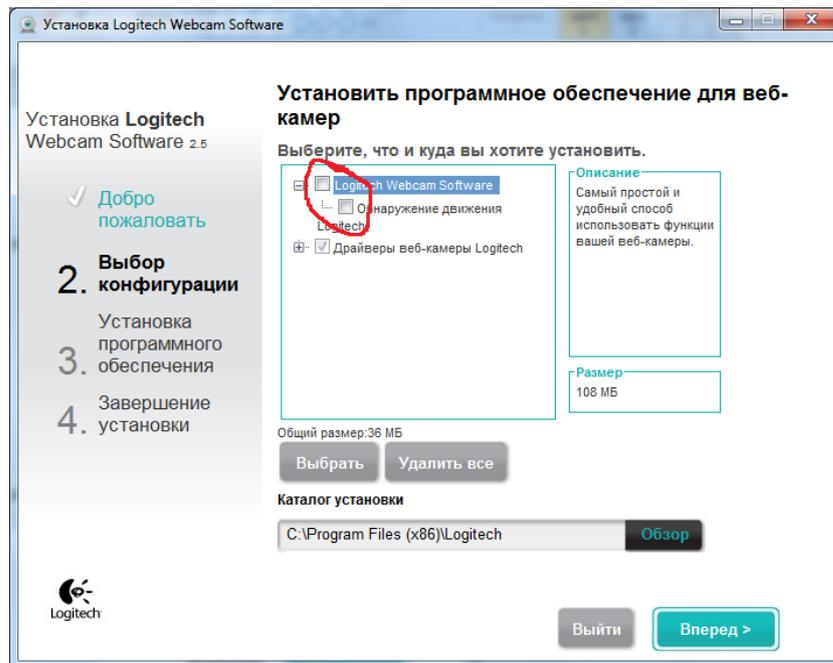

Рисунок 15.4
4. При появлении следующего окна необходимо убрать отметки с пунктов «Logitech Webcam Software» и «Обнаружение движения» (Рисунок 15.4). Нажать кнопку «Вперед»